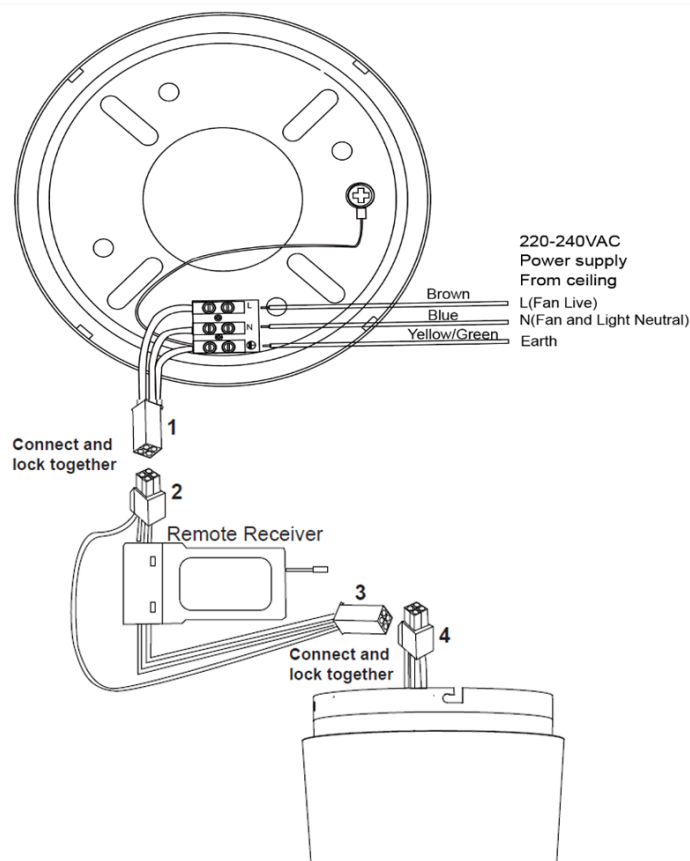

Fig. 5
MODELLI CON CONTROLLORE REMOTO SCHEMA DI CABLAGGIO (Fig. 5):
- Eseguire il collegamento dei fili L, N e Terra alla morsetteria della staffa di montaggio, come illustrato nel diagramma della Fig. 5.
- Collegare i connettori rapidi della staffa di montaggio (1) e del ricevitore remoto (2) e assicurarsi che si aggancino.
- Collegare i connettori rapidi del ricevitore remoto (3) e del ventilatore (4) e assicurarsi che si aggancino.